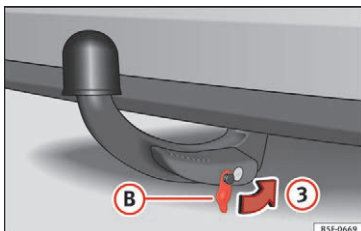

Fig. 184 Påsætning af dækkap på lås
- Sæt afdækningen **B** på låsen i pilens retning **3** » Fig. 184 » **!**.